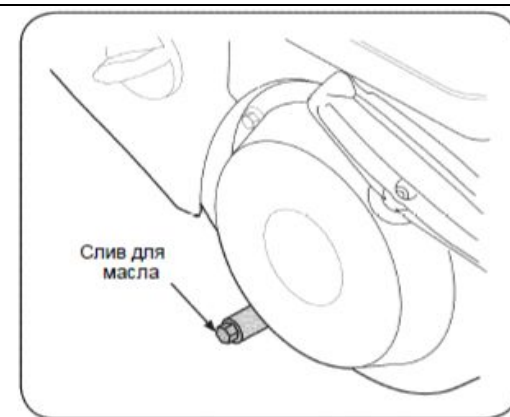

Рис.13
3. Отверните сливную пробку См. Рис. 13.